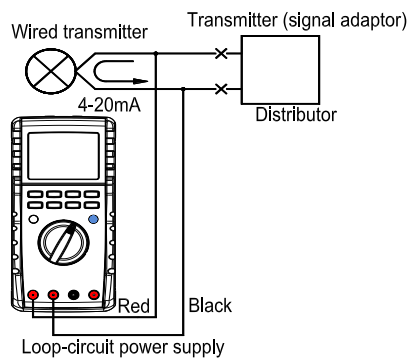

рис. 7
2. Красный коннектор измерительного провода установить в гнездо **mAV**, а другой (черный) в гнездо **СОМ** и подсоединить наконечники щупов к выходам RTD, как на рис. 7 (измерение Т).
- Подключите щупы соед. проводов к измеряемой цепи (рис. 7).